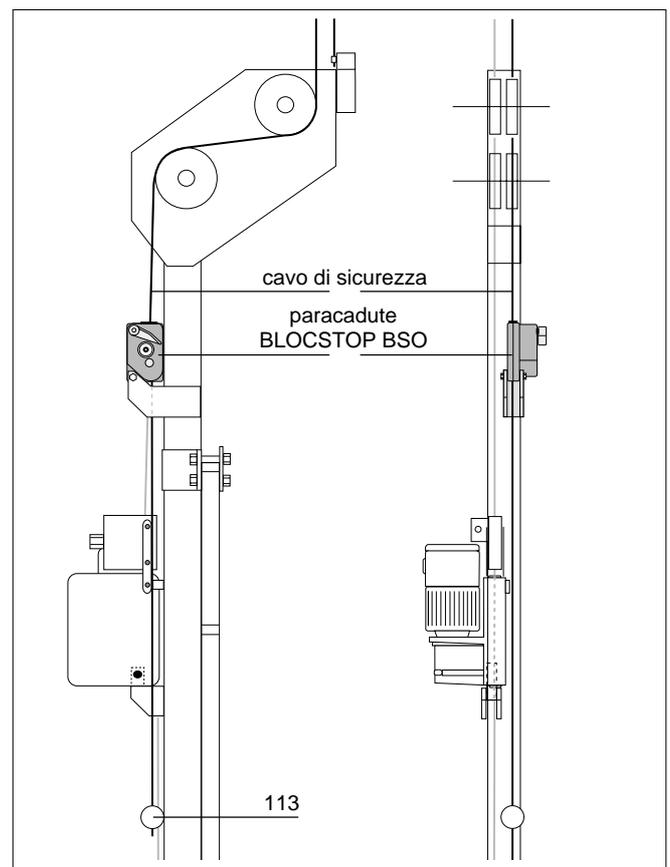

Fig. 1.23
b) . . . sulle testate a «C» (Fig. 1.23)
- Prima di infilare il cavo di sicurezza (152) nel paracadute BLOCSTOP BSO (108), verificare che non si sia attorcigliato attorno al cavo portante (151).
- Fissare un contrappeso (113) ad ogni cavo di sicurezza a circa 20 cm dal suolo.